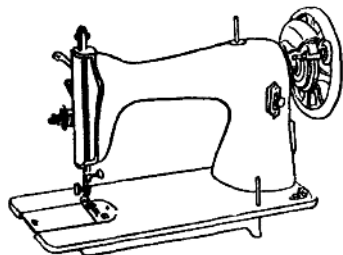
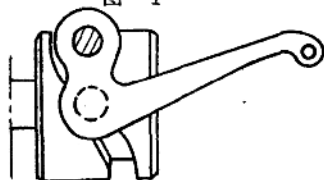

图 1
图 2
(1) **JA型** 在外观上,挑线杆是从面板的边槽中伸出。内部的结构,是采用挑线凸轮为主导的挑线机构(图1及图2)。